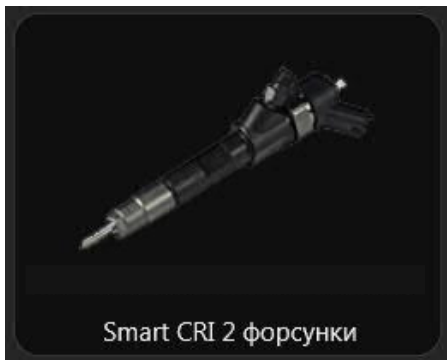

Рисунок 6.1 – Иконка режима диагностирования форсунок в программе комплексе DIESEL Studio
1) Включить PC и запустить DIESEL Studio. В окне программы выбирать режим диагностирования форсунок (рис.6.1).